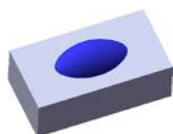
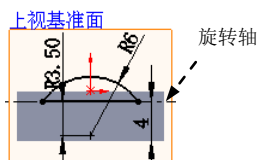

图 15.4.4 旋转 1
图 15.4.5 横断面草图
(4) 单击 按钮，完成凸台一拉伸 1 的创作。
Step3. 创建图 15.4.4 所示的零件基础特征——旋转 1。
(1) 选择命令。选择下拉菜单 **插入(I)** → **凸台/基体(B)** → **旋转(R)...** 命令。
(2) 定义特征的横断面草图。
① 定义草图基准面。选取上视基准面作为草图基准面。
② 定义横断面草图。在草图环境中绘制图 15.4.5 所示的横断面草图。
(3) 定义旋转轴线。采用图 15.4.5 所示的中心线作为旋转轴线。